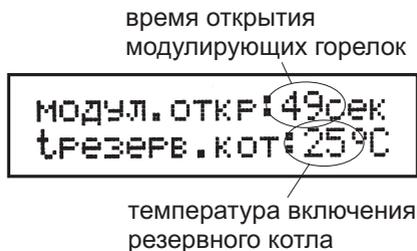

Рис.3.6. Экран настроек для модулирующих горелок и/или «резервного» котла
- выберите ближайшее большее число (скажем, на открытие надо 47 секунд - выберите 49, как в примере на Рис.3.6). Для «резервного» котла задаётся температура, при которой он будет включаться в дополнение к основным (если при аварии он включается вместо основных - то температура включения будет взята из настроек для основных котлов - см. п.2.6 или п.1.4.4).